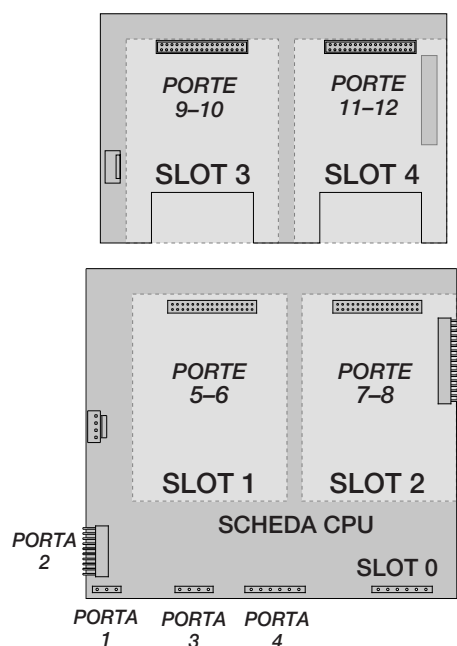

Figura 3-15. Assegnazioni delle porte seriali, scheda di espansione a due slot
*Esempio: in un sistema con una scheda di espansione a due slot, le assegnazioni delle porte sono riservate come illustrato nella Figura 3-15. Se l'unica scheda seriale installata in questo sistema è nello SLOT 4 della scheda di espansione, il sistema è composto dalle porte seriali 1-4 (sulla scheda CPU) e dalle porte 11-12.*